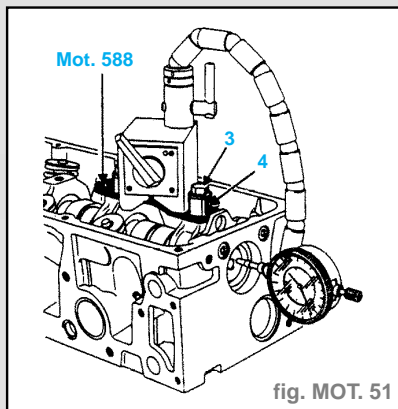
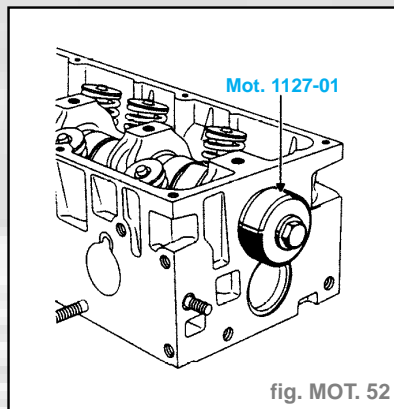

fig. MOT. 51
fig. MOT. 52
Nota. - Pour fixer le pied magnétique sur la culasse, il faut utiliser une bride Mot. 588 et la fixer sur les paliers d'arbre à cames 1 et 2, à l'aide des vis (3) de fixation de la rampe culbuteurs et des entretoises (4) dont les dimensions sont les suivantes (fig. MOT. 51) :
- diamètre du trou de passage de la vis (3) de **9 mm**,
- Reposer le joint d'étanchéité, utiliser la bague de montage Mot. 1127-01, cet outil est conçu pour obtenir un décalage de la portée du joint (fig. MOT. 52).